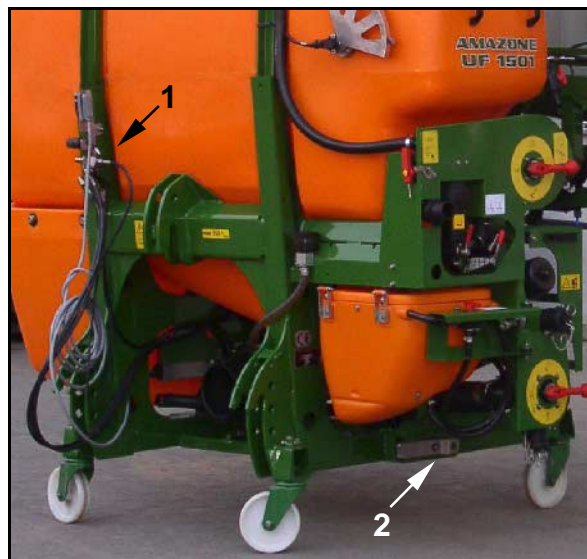

Fig. 190
1. Die Versorgungsleitungen zwischen Traktor und Maschine entkoppeln und in die entsprechenden Packbuchsen einstecken (Fig. 190/1).
2. Die beiden Abstellstützen (Fig. 190/2) herausziehen und sichern.